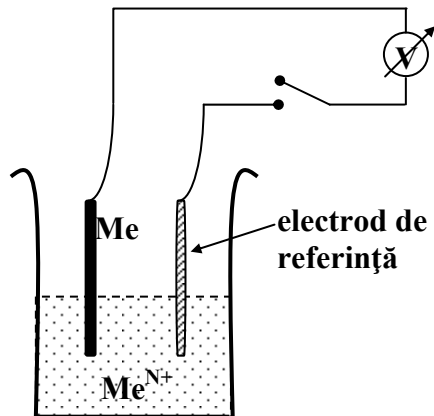

Fig. 1. Pilă galvanică pentru determinarea forței electromotoare
Cu ajutorul unui montaj simplu, prezentat în Fig.1 se poate determina forța electromotoare a unei pile galvanice (Fig. 1):
Forța electromotoare ce rezultă din montajul prezentat în Fig.1 ne ajută să stabilim ordinea metalelor notate generic Me în seria activității chimice.
3. Se realizează montajul din Fig. 1;
6.1 Două experimente de tipul celui prezentat în Fig.1 dau următoarele rezultate:
6.3 Pentru un metal necunoscut se realizează montajul din Fig.1 în două cazuri: